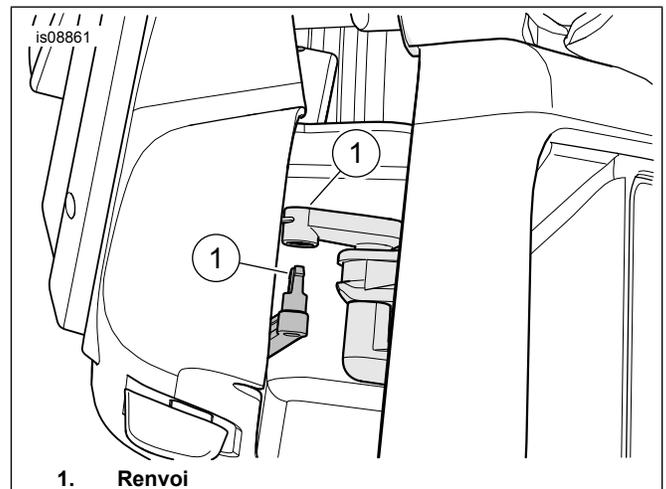

Figure 7. Connecter le renvoi
8. Voir la Figure 7. Positionner l'ensemble d'enceinte et connecter la tringlerie (1).